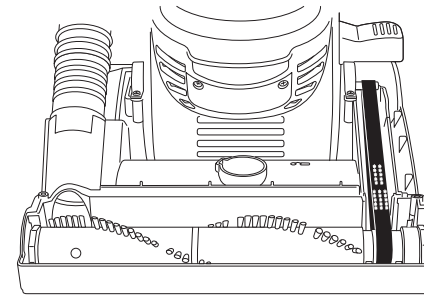

FIG. 20
**CAUTION:** Turn off the switch and unplug the electrical cord before replacing belt. Motor shaft can become hot during normal use. To prevent injury, avoid touching the motor shaft when checking the belt (FIG. 20).
**PRECAUCIÓN:** Apague el interruptor y desenchufe el cordón eléctrico antes de reemplazar la correa. Las poleas de la correa pueden calentarse durante el uso normal. Para evitar lesiones, evite tocar la polea del motor cuando verifique la correa. (FIG. 20)